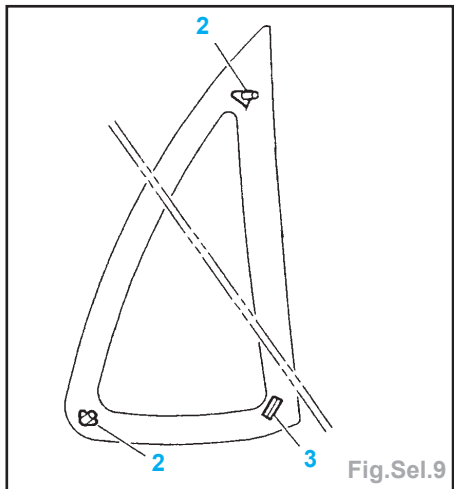

Fig.Sel.9
- Mettre en place les pions de centrage (2) et la cale d'épaisseur (3) (Fig.Sel.9).